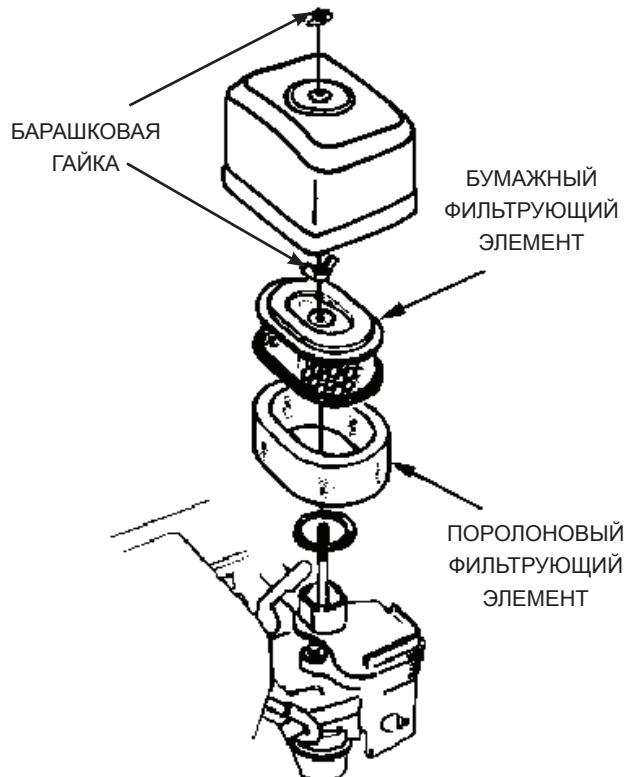

Рис.10
1. Открутить барабановые гайки и снять крышку воздушного фильтра и фильтр(Рис.10)